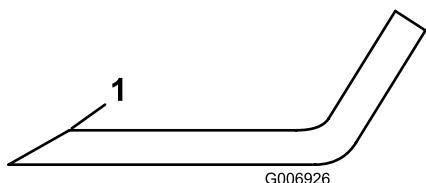

Figure 70
4. Examinez le tranchant de toutes les lames et aiguissez-le s'il est émoussé ou ébréché; aiguissez uniquement le haut du tranchant et conservez l'angle de coupe d'origine pour obtenir une coupe nette (**Figure 70**).